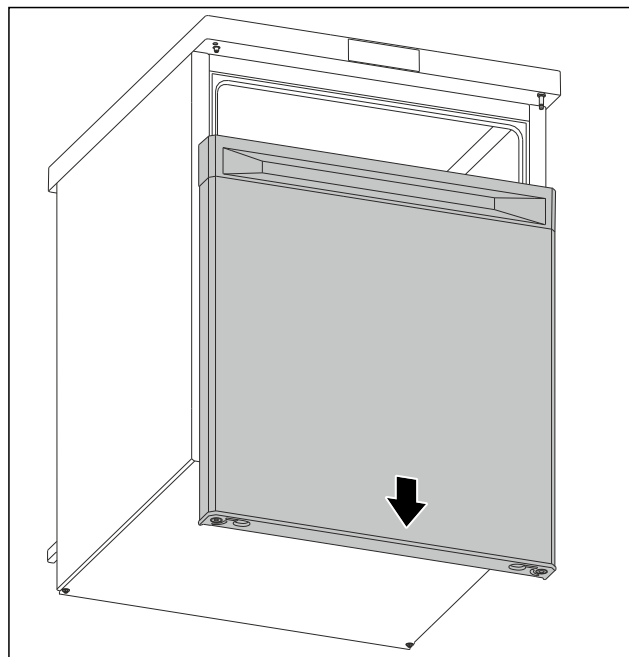

Fig. 6
- Desmontar la puerta hacia abajo. (consulte Fig. 6)